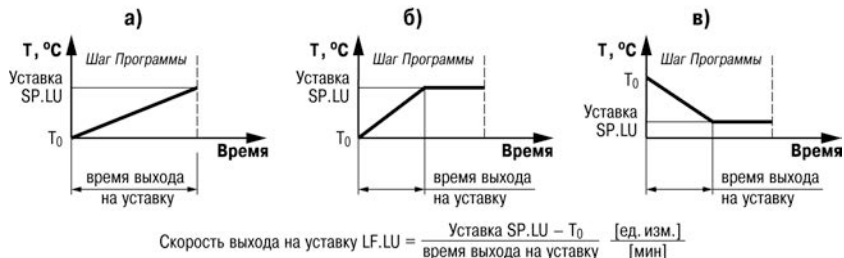

Рисунок 3.9 – Задание скорости выхода на Уставку
- в течение всего Шага (см. рисунок 3.9, а);
- в течение части Шага – до достижения **Значения уставки**, далее осуществляется поддержание достигнутого значения Уставки (см. рисунок 3.9, б, в).